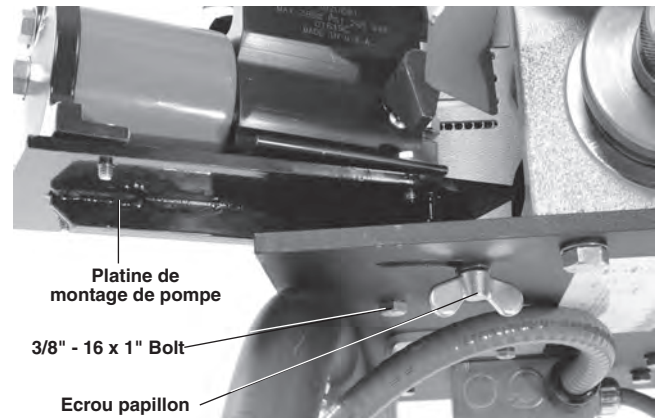

Figure 6 – Montage de la pompe hydraulique
7. Positionnez la platine de montage de la pompe sur le trou et la fente situés du côté interrupteur de la 918-I. Introduisez le boulon  $\frac{3}{8}$ " – 16 x 1" avec rondelle via le trou en sous-face de l'embase de la rainureuse et vissez-le dans la platine de montage de la pompe (Figure 6).